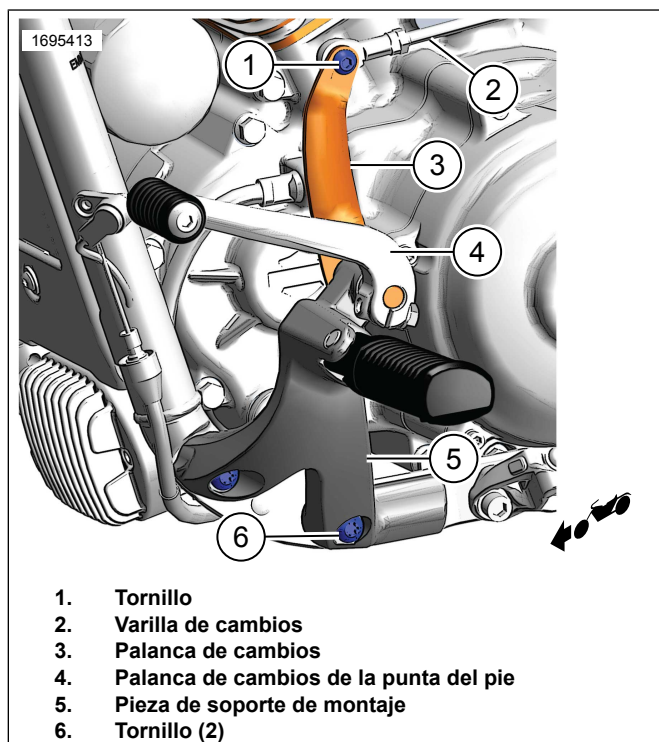
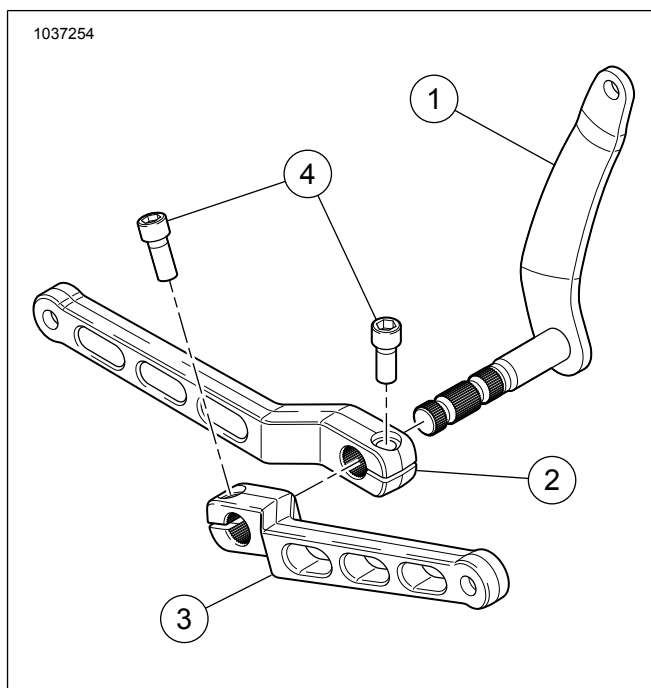
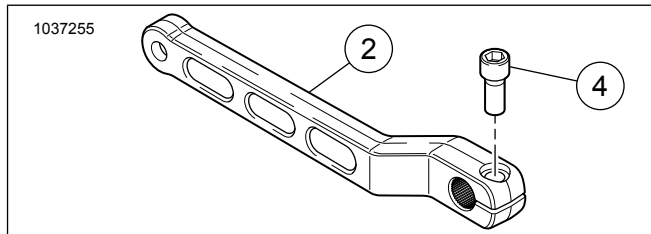
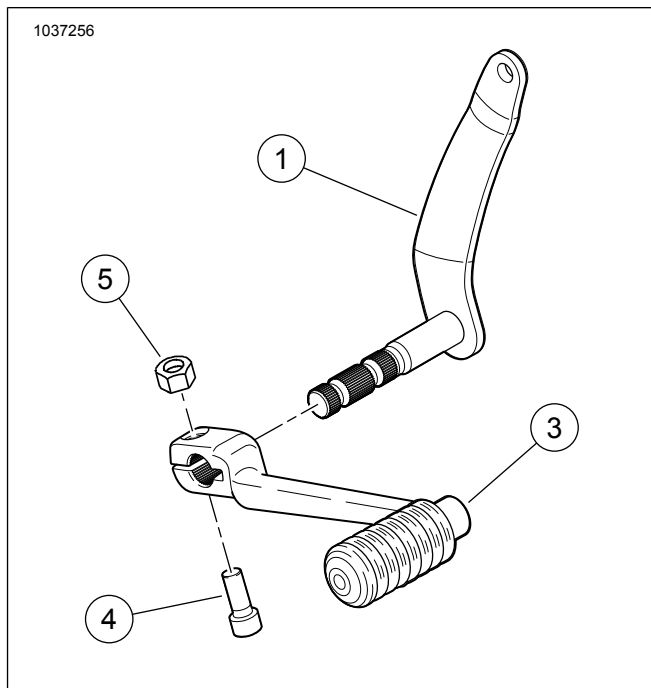

Figura 1. Soporte del pie
Figura 2. Kit de palanca de cambios de talón/punta del pie
Figura 3. Kit de palanca de cambios de punta del pie
Figura 4. Kit de palanca de cambios de talón
Vea Figura 2, Figura 3, Figura 4 y Tabla 1.
1. Vea la Figura 3. Quite Equipo original (OE) la palanca de cambios. Vea el manual de servicio.
2. Instale la palanca de cambios de punta del pie (1) en el eje estriado. Asegúrese de que el ángulo de la palanca sea el mismo que el de la palanca de cambios de punta del pie de fábrica que se extrajo anteriormente.
3. Una vez que la palanca de cambios de punta del pie esté montada en la dirección correcta, instale un tornillo de casquete con cabeza de casquillo (4) y ajústelo según el valor especificado en el manual de servicio.
1. Vea la Figura 1. Quite la OE palanca de cambios de la punta del pie (4) del eje estriado de los cambios (3).
2. Quite OE la palanca de cambios (3) de la varilla de cambios (2).
3. Quite OE la palanca de cambios (3) de la pieza de soporte de montaje (5). Guarde el O-ring y el espaciador de plástico.
4. Extraiga dos tornillos (6) de la pieza de soporte de la placa apoyapiés del conductor en la estructura. Conserve los tornillos.
5. Vea la Figura 2. Instale OE O-rings y el espaciador de plástico en la **nueva** palanca de cambios (1).
6. Vea la Figura 1. Instale la **nueva** palanca de cambios (3) en la pieza de soporte de montaje (5).
7. Aplique fijatornillos a los tornillos (6) que se quitaron con anterioridad.
9. Instale una **nueva** palanca de cambios del engranaje (3) en la varilla de cambios (2). Apriete el tornillo (6). Vea el manual de servicio.
10. Vea la Figura 2. Instale la palanca de cambios de la punta del pie (2) en el eje estriado en el ángulo deseado.
- a. Apriete el tornillo (4). Ajuste.
11. Vea la Figura 2. Instale la palanca de cambios del talón (3) en el eje estriado en el ángulo deseado.